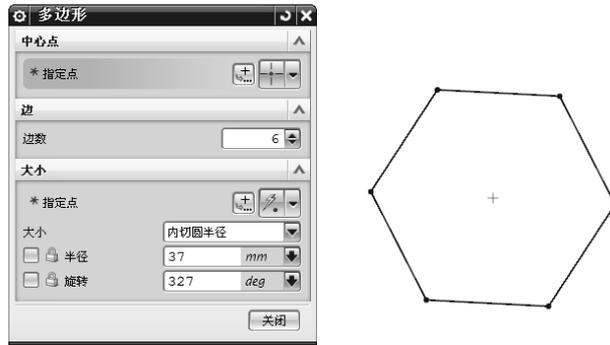

图 2-20 绘制多边形
(6) 多边形 \square ：创建具有指定数量的边的多边形，如图 2-20 所示。